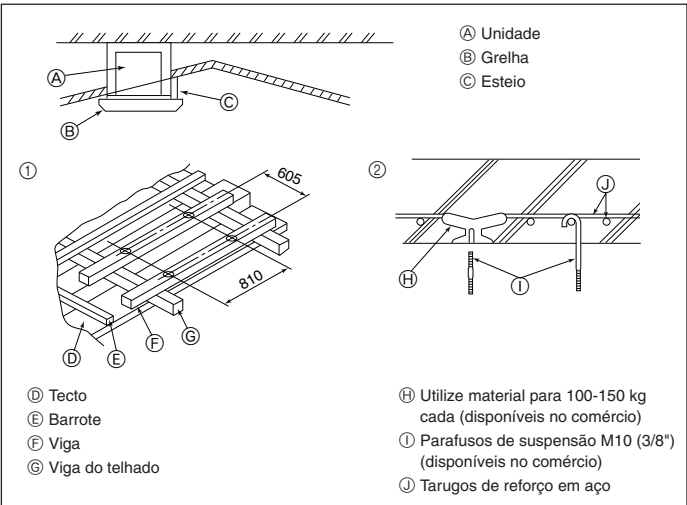

Fig. 2-4
- (F) Diagrama do orifício do conduto de derivação (vista de qualquer um dos lados)
- (G) Orifício de separador
- (H) Orifício de passagem 14-ø2,8
- (I) Orifício de separador ø150
- (J) Distância do orifício de passagem ø175
- (K) Diagrama do orifício de admissão de ar fresco
- (L) Orifício de passagem 3-ø2,8
- (M) Distância do orifício de passagem ø125
- (N) Orifício de separador ø100
- (O) Tecto
2.4. Estrutura de suspensão (Dar ao lugar de suspensão uma estrutura forte) (Fig. 2-4)